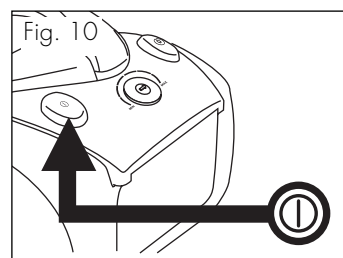

Fig. 10
Modellen met pedaalschakelaar ON/OFF (L) en zuigkrachtregelaar op het apparaat (M) (fig. 10)